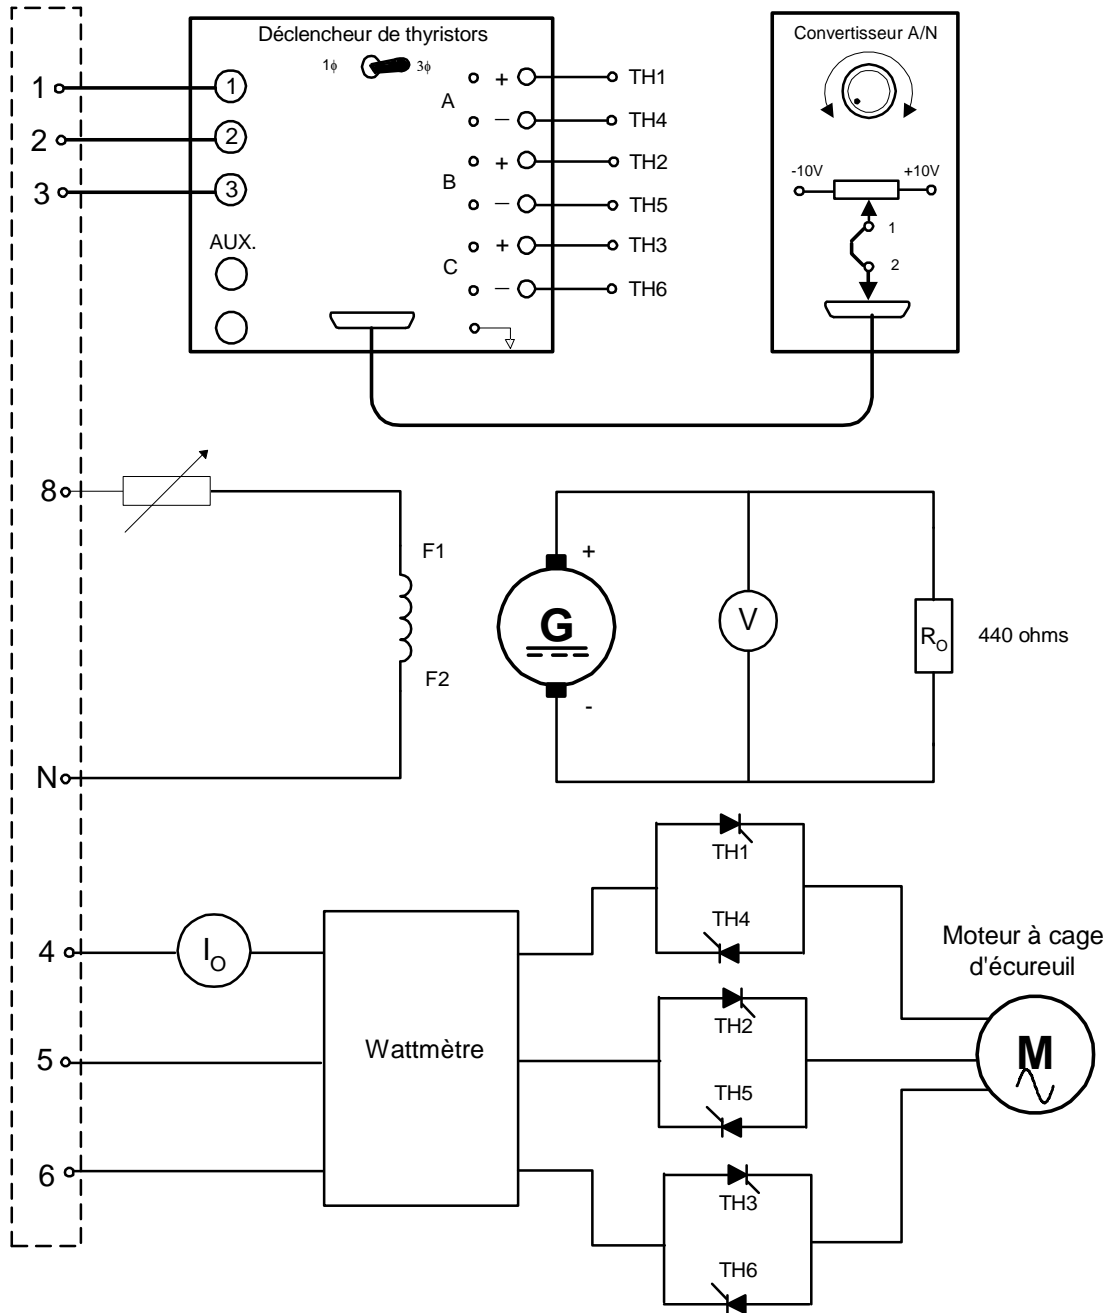

FIGURE 3-5
1. Montez le circuit de la Figure 3-5 en branchant la génératrice à courant continu comme charge pour le moteur à cage d'écureuil. L'interrupteur du déclencheur à thyristors doit être en position 3ϕ .